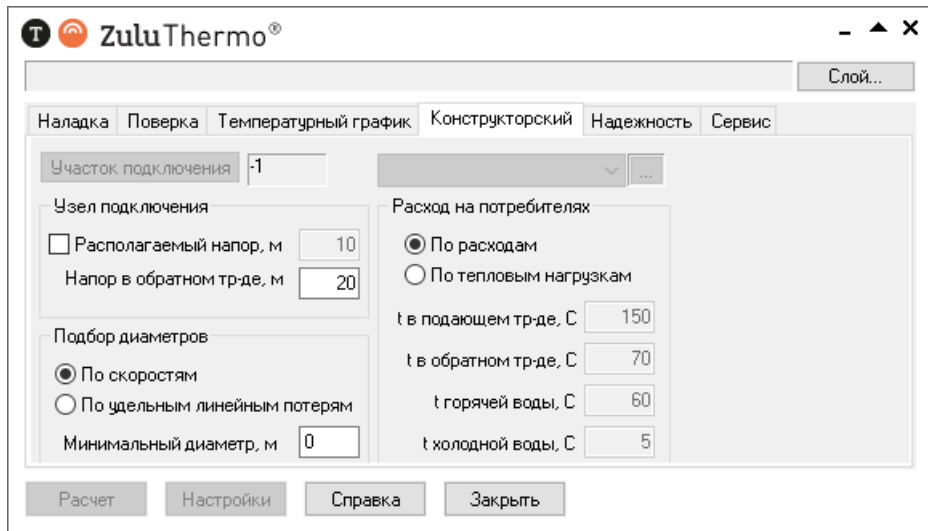

Рисунок 12.2. Вкладка «Конструкторский» диалога теплогидравлических расчетов
1. Выполните команду главного меню **Задачи|ZuluThermo** или нажмите кнопку  панели инструментов. Откроется диалоговое окно теплогидравлических расчетов (Рисунок 12.2, «Вкладка «Конструкторский» диалога теплогидравлических расчетов»).